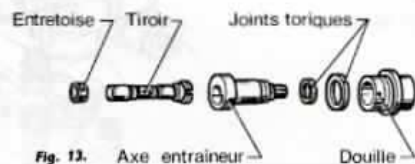

Fig. 13. Axe entraineur
- Sortir le tiroir et son entretoise (1) (fig. 13).
Démontage des raccords de sortie (fig. 13)